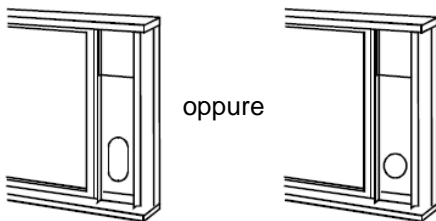

Fig. 14
3. Tagli la guarnizione di tenuta (autoadesiva) in resina espansa alla giusta lunghezza e la applichi in alto sulla finestra. Come mostra la Fig. 14.